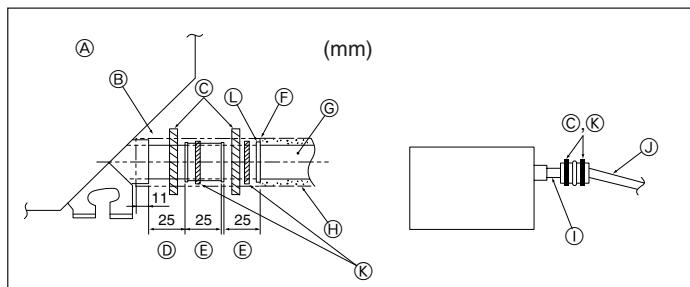

Fig. 6-2
- Drenaj soketini (üniteyle birlikte verilmiştir) drenaj çıkışına bağlayınız. (Fig. 6-2) (Boruyu PVC tutkalla tutturduktan sonra bantlayarak tespit ediniz.)